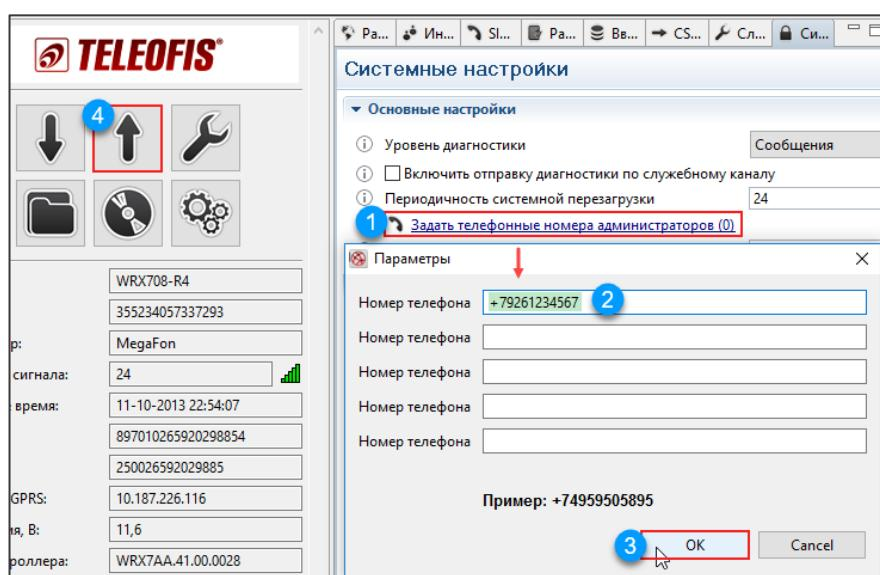

Рис. 35. Задать номер администратора.
- Вкладке **Системные** задайте номер телефона администратора — номер модема, с которого будет разрешен приём CSD-подключений. Сохраните изменения с помощью кнопки **Записать параметры** (Рис. 35).